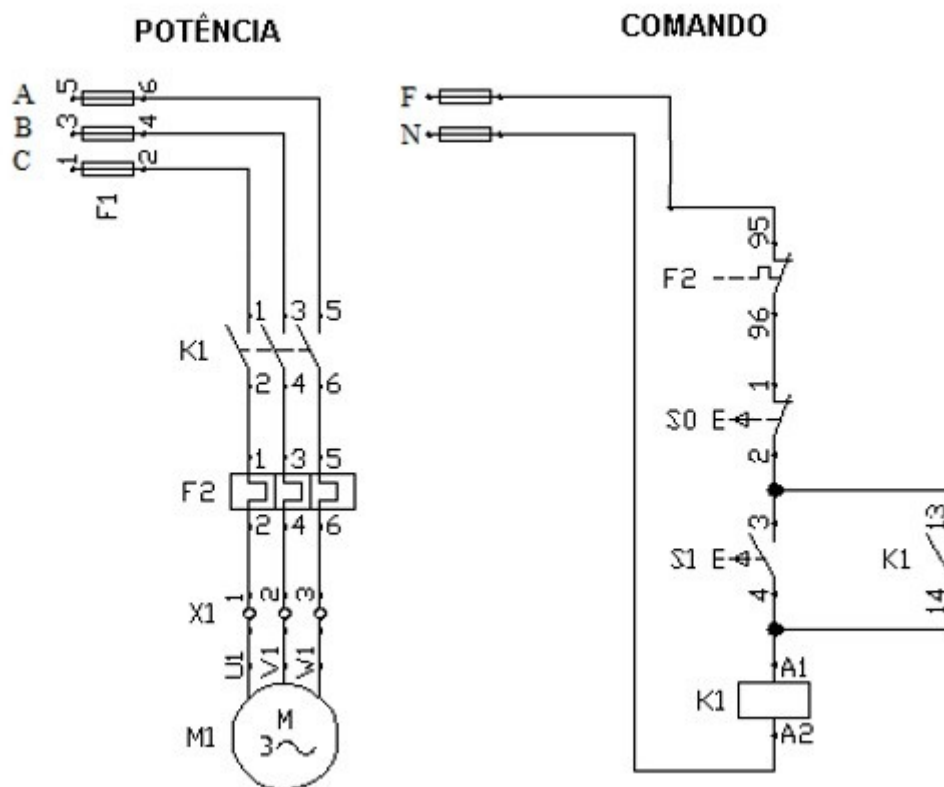

Figura 2
4.1- Monte o circuito da **Figura 2** que representa o acionamento direto de um motor de indução trifásico. Descreva qual a função de cada elemento dentro do circuito.